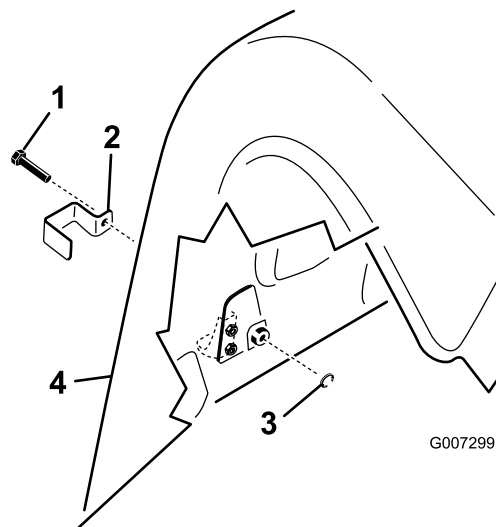

Figura 15
2. No modelo ProCore 1298, instale um suporte de bloqueio em todos os trincos do capot inferiores traseiros e no trinco do capot superior exterior tanto na cobertura traseira direita como na esquerda com um parafuso adaptador (três por cabeça de perfuração, seis no total) (Figura 15).
3. Utilize um alicate ou uma chave de fendas ajustável, enrosque uma anilha de segurança interna em cada parafuso (1-2 roscas) para fixar o trinco (Figura 15).
1. No modelo ProCore 864, instale um suporte de bloqueio na parte direita e esquerda traseira inferior do capot e nos trincos superiores do capot com um parafuso adaptador (quatro no total) (Figura 15).